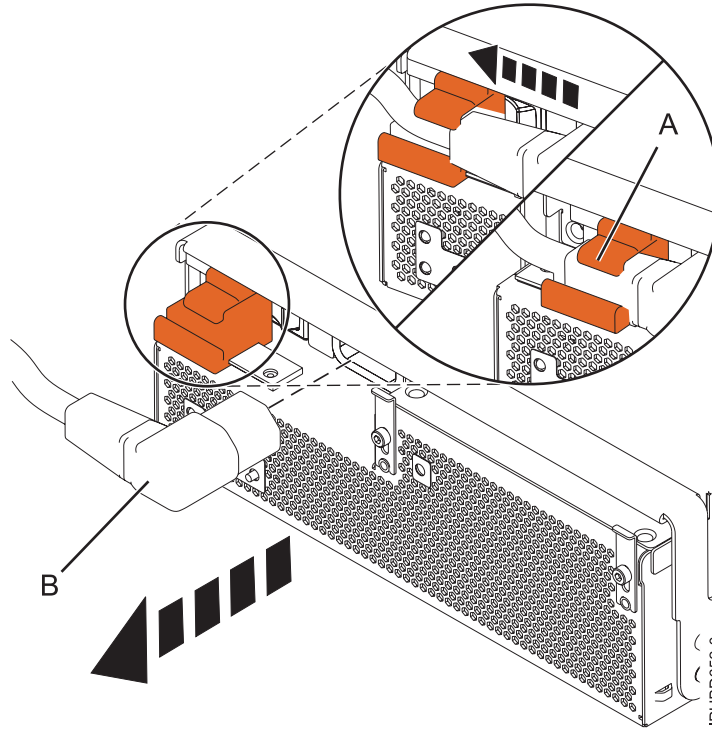

Figure 13. Déconnexion du câble d'alimentation de l'avant d'une unité d'extension
5. Pour l'alimentation électrique que vous voulez retirer, faites glisser le support de câble en position ouverte (A) puis débranchez le câble d'alimentation (B) comme illustré à la figure 13, à la page 15. En déplaçant le support en position ouverte, vous mettez le système hors tension.